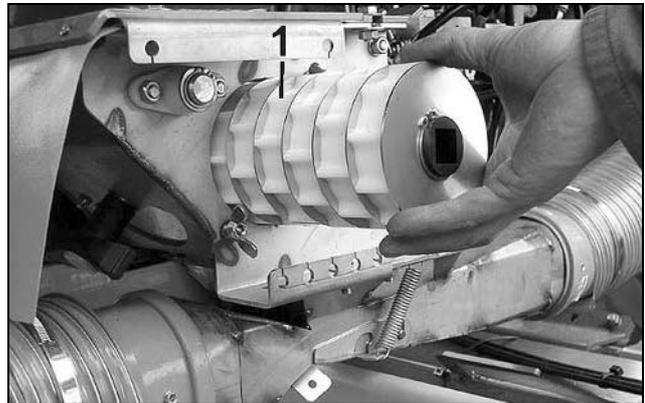

Fig. 19
- Tambour de dosage graines moyennes (option, Fig. 19/1) pour les semences moyennes et des débits moyens